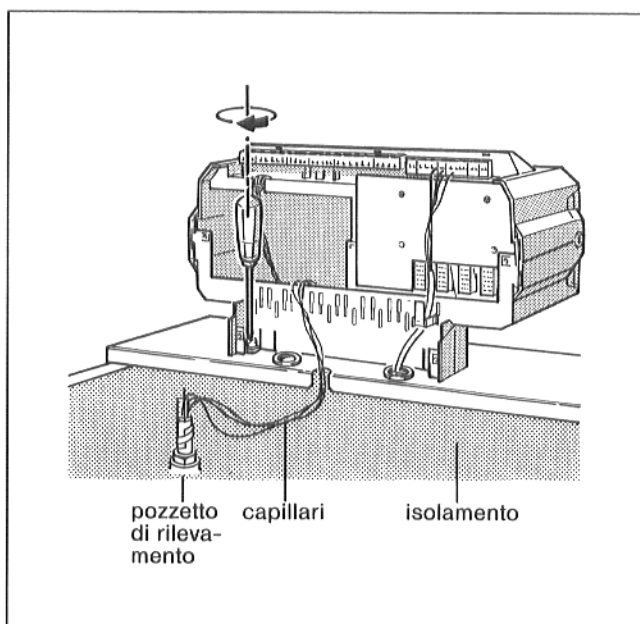

Fig. 24
- Avvitare l'apparecchio di regolazione agli angoli posteriori del canale passacavi sul coperchio anteriore della caldaia (Fig. 24).
- Condurre i capillari e il cavo della sonda termiche al pozzetto di rilevamento facendoli passare sull'isolamento termico del blocco caldaia (Fig. 24).